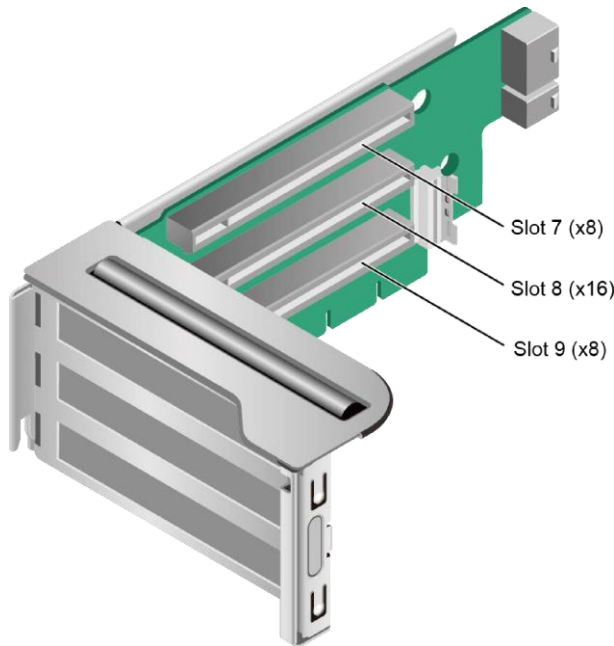

图 4-8 Riser 卡 2（8x2.5 英寸前置硬盘+6 张 PCIe 标卡）
- ◆ IO 模组 2 支持的 Riser 卡如图 4-8 所示，PCIe 槽位为 Slot 7~Slot 9。